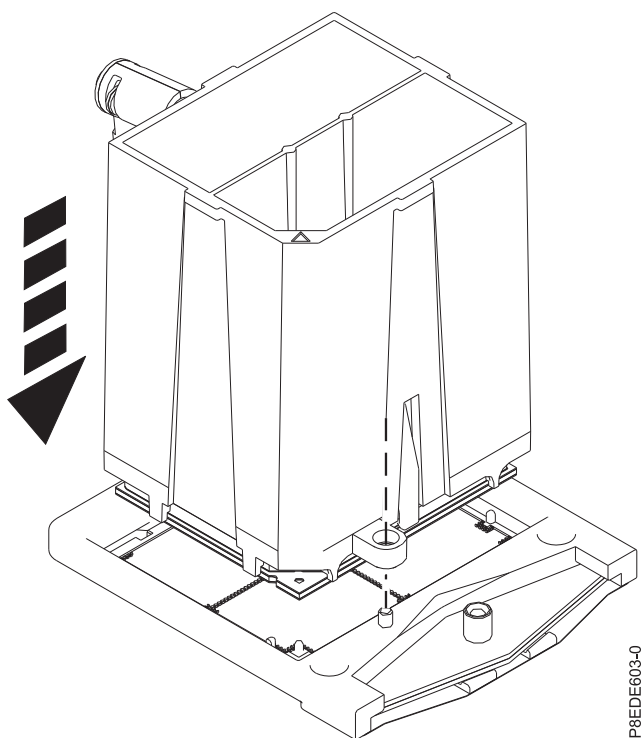

Figura 16. Abaixando o Módulo de Processador do Sistema no Soquete
7. Abaixar a ferramenta e o módulo de processador do sistema no soquete. Certifique-se de que os dois pinos guia sejam inseridos nos orifícios de alinhamento em cada lado da ferramenta, conforme mostrado em Figura 16 na página 18.